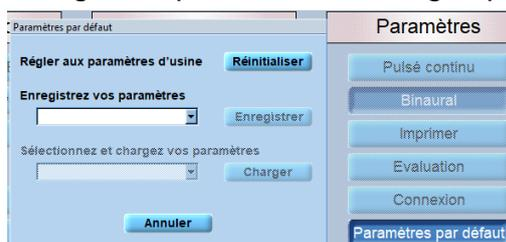

Figure 70
**Paramètres par défaut** : les options suivantes sont disponibles (Figure 70) :